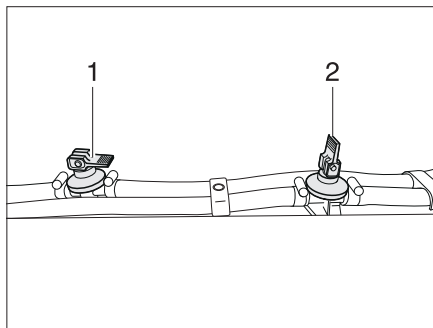

Bild 246 Avtappningskran
- Stäng alla avtappningskranar. Ställ vipparmen (Bild 246,1) i vågrätt läge.